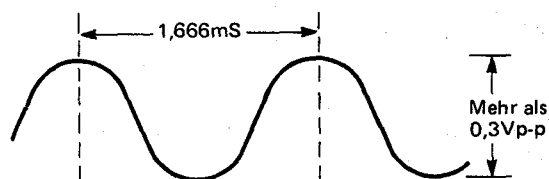

Abbildung 84.
2. Die Ausgabe des TP-706 auf einem Oszilloskop beobachten und prüfen, daß seine Werte den in Abb. 84 gezeigten entsprechen.